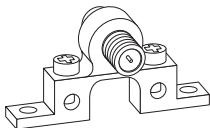

Fig. 1a
- 1) Conecte un extremo del cable coaxial a la antena y el otro extremo a un bloque de conexión a tierra de 75 ohm (no se incluye). A continuación (**Fig. 1a**), se muestra un ejemplo de un bloque de conexión a tierra de 75 ohm.